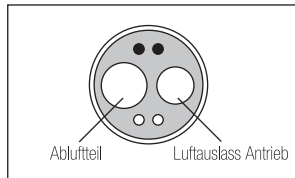

Abb. 7
- 3) Setzen Sie die Sprühdüse in den Antriebsluftauslass des Motors ein. Halten Sie den Motor fest und sprühen Sie für die Dauer von etwa 2-3 Sekunden. Tragen Sie Schmiermittel auf, bis es mindestens 2 Sekunden lang aus dem Abluftteil austritt. (Abb. 7)
- 2) Geben Sie 1-2 Tropfen Schmieröl in den in Abb. 7 gezeigten Antriebsluftauslass.